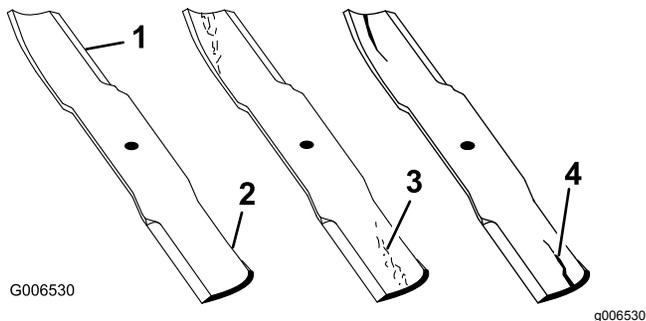

Figura 49
1. Inspeccione as extremidades de corte (Figura 49).
2. Inspeccione as lâminas, especialmente a área curva (Figura 49).
Nota: Se verificar quaisquer danos, desgaste, ou formação de ranhuras nesta área (item 3 em Figura 49), instale imediatamente uma lâmina nova.